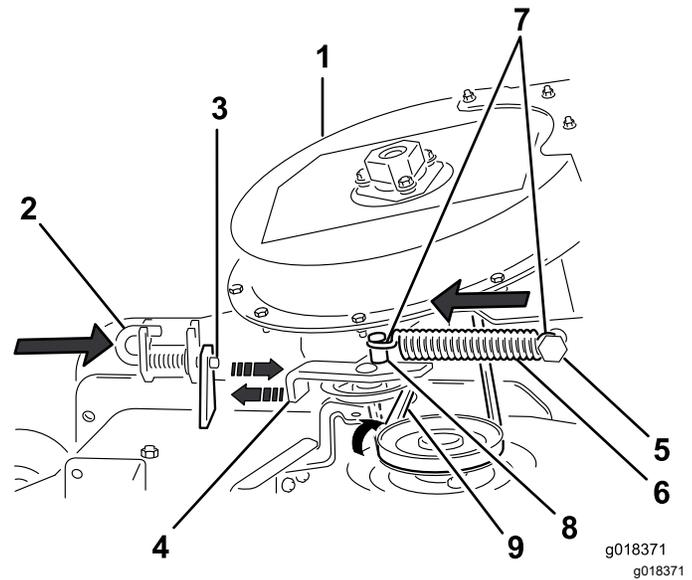

Figura 30
2. Fate passare temporaneamente la cinghia sotto alla puleggia tendicinghia (Figura 30).
3. Spostate la staffa orientabile del tendicinghia verso il supporto per molla fisso e montate la molla allineando il gancio della molla sul supporto per molla del tendicinghia (Figura 30).
4. Estraete la puleggia del tendicinghia caricata a molla dal supporto per molla fisso e disponete la cinghia attorno alla puleggia del piatto (Figura 30).